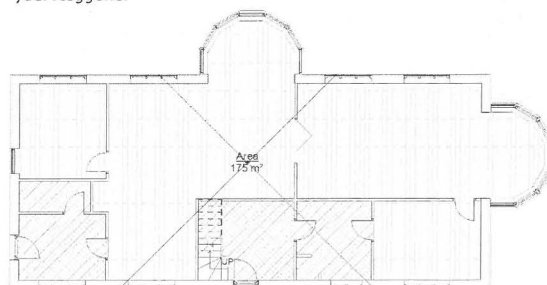

Fig. 11.24. Indsæt arealet.
- Klik inde i rummet for at placere et *Area Tag* (Fig. 11.24).